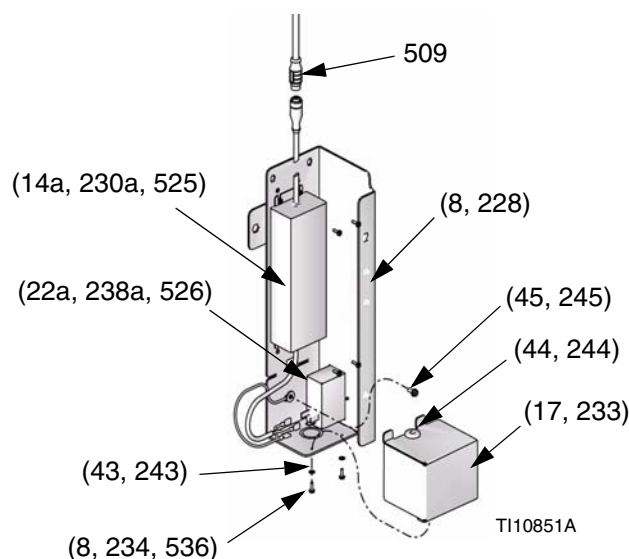

FIG. 42
3. Brancher le câble de sortie de l'alimentation électrique sur le câble CAN (509). Voir FIG. 42.
- b. Brancher le fil marron sur la Ligne (L).
- c. Brancher le fil bleu sur le Neutre (N).
7. Installer les couvercles avant et arrière (6, 7), le système de retenue (504) et les vis (503). Voir les schémas des pièces du Kit de la boîte de contrôle à distance DataTrak à la page 51.